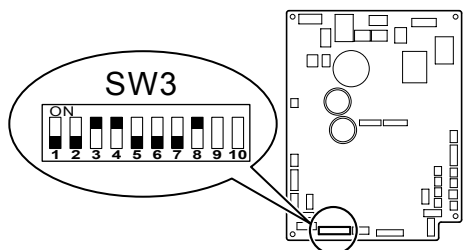

Fig. 6-2
6.2. Ρύθμιση εντοιχισμένης εσωτερικής μονάδας (απαραιτήτη) (Fig. 6-2)